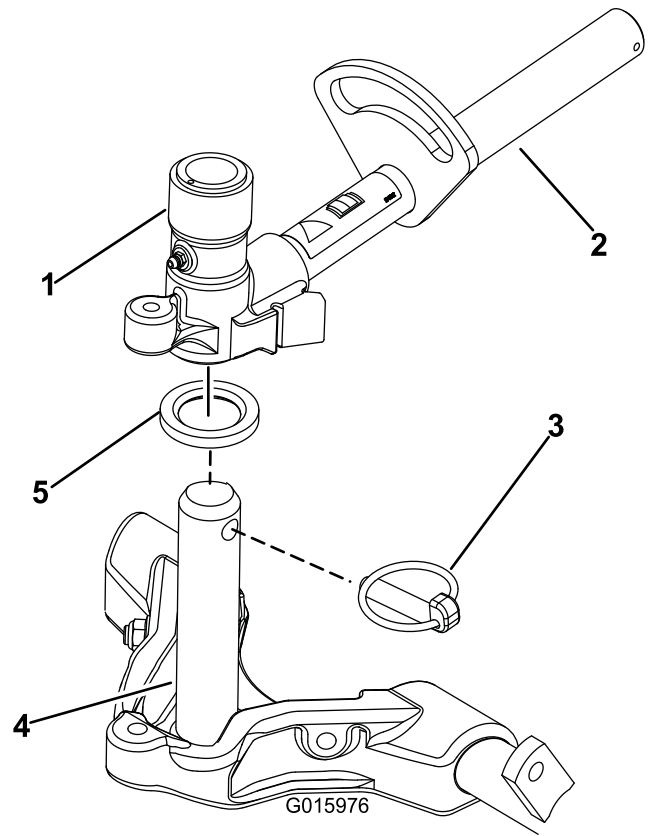

Figure 16
9. Enduisez l'arbre du bâti porteur de graisse propre (Figure 16).
10. Pour les unités de coupe avant, poussez une unité de coupe sous le bras de levage tout en insérant l'arbre du bâti porteur dans la chape de pivot du bras de levage (Figure 16).
11. Fixez l'arbre du bâti porteur à la chape du bras de levage avec la goupille Klik (Figure 16).
B. Insérez la chape du bras de levage sur l'arbre du bâti porteur (Figure 16).